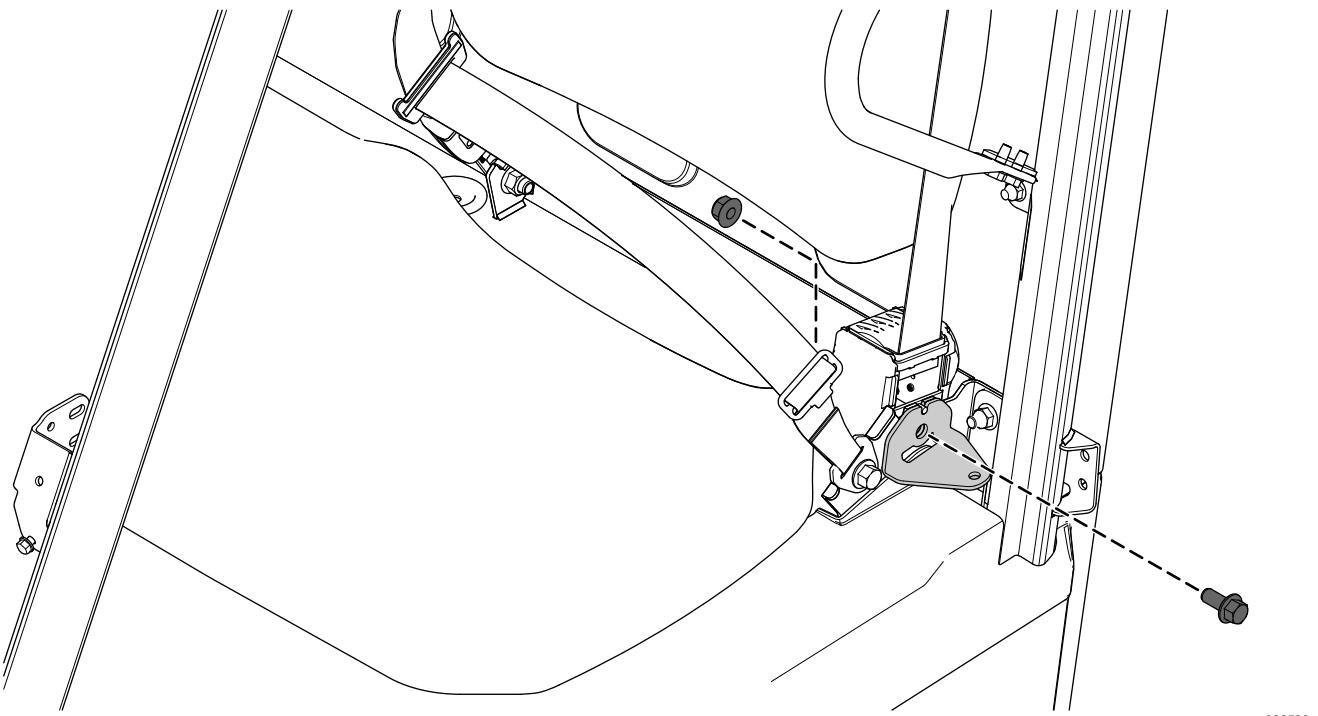

Рисунок 3
2. Используя ранее снятые болт с фланцем (7/16 x 1 дюйм) и контргайку (7/16 дюйма), прикрепите левый кронштейн опоры двери к кронштейну ремня безопасности (Рисунок 3).